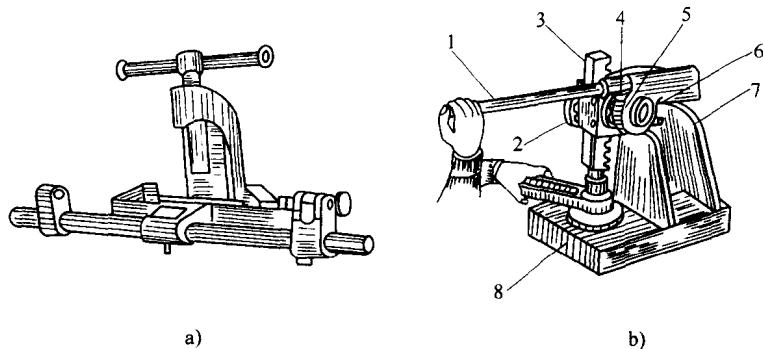

图1-4 手动压床
4. 压力机 机修钳工用的压力机有手动式（手动压床）、液动式和气动式等几种，而应用最广泛的是手动压床。手动压床是一种手动的、吨位较小的压力机械，主要用于那些以过盈连接为连接方式的零件的拆卸和装配，也可用来矫正或矫直弯曲变形的轴类零件。常用的手动压床见图1-4。